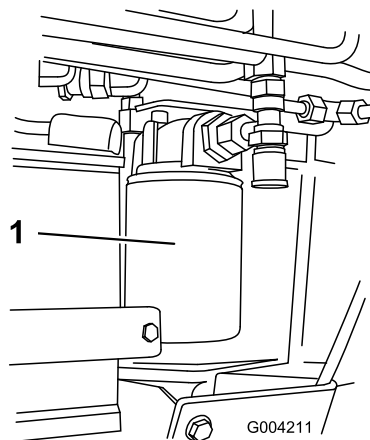

Bild 55
4. Stellen Sie eine Auffangwanne unter den Filter (Bild 55)
5. Entfernen Sie den alten Filter (Bild 55) und wischen Sie die Dichtfläche am Anbaustutzen ab.
7. Drehen Sie den Austauschfilter auf den Anbaustutzen auf (Bild 55). Befestigen Sie ihn im Uhrzeigersinn, bis die Gummidichtung den Anbaustutzen berührt. Ziehen Sie ihn dann um eine weitere 3/4 Umdrehung fester.